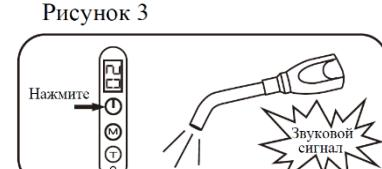

Рисунок 4
3) Нажмите кнопку включения для начала работы, включится синий свет, и на цифровом экране начнётся обратный отсчёт до нуля. Каждые пять секунд звуковой сигнал будет уведомлять пользователя. (Рисунок 4);